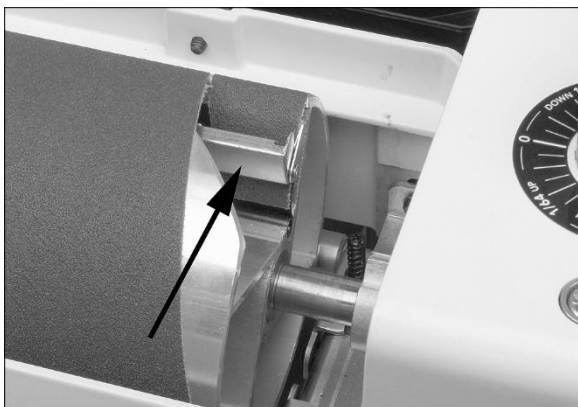

Abbildung 6-6
6. Den rechten Spannhebel (Abb. 6-6) drücken und das Schleifbandende so weit wie möglich einführen. Falls nötig das Ende des Schleifbands kürzen.